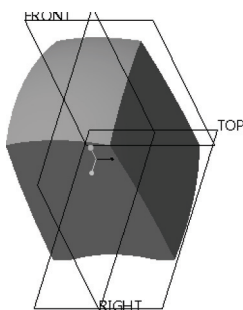

图 12-88 实体化操作的结果
3) 单击“实体化”选项卡中的  (完成) 按钮, 得到的实体模型如图 12-88 所示 (图中特意将之前创建的一条草绘曲线隐藏了)。